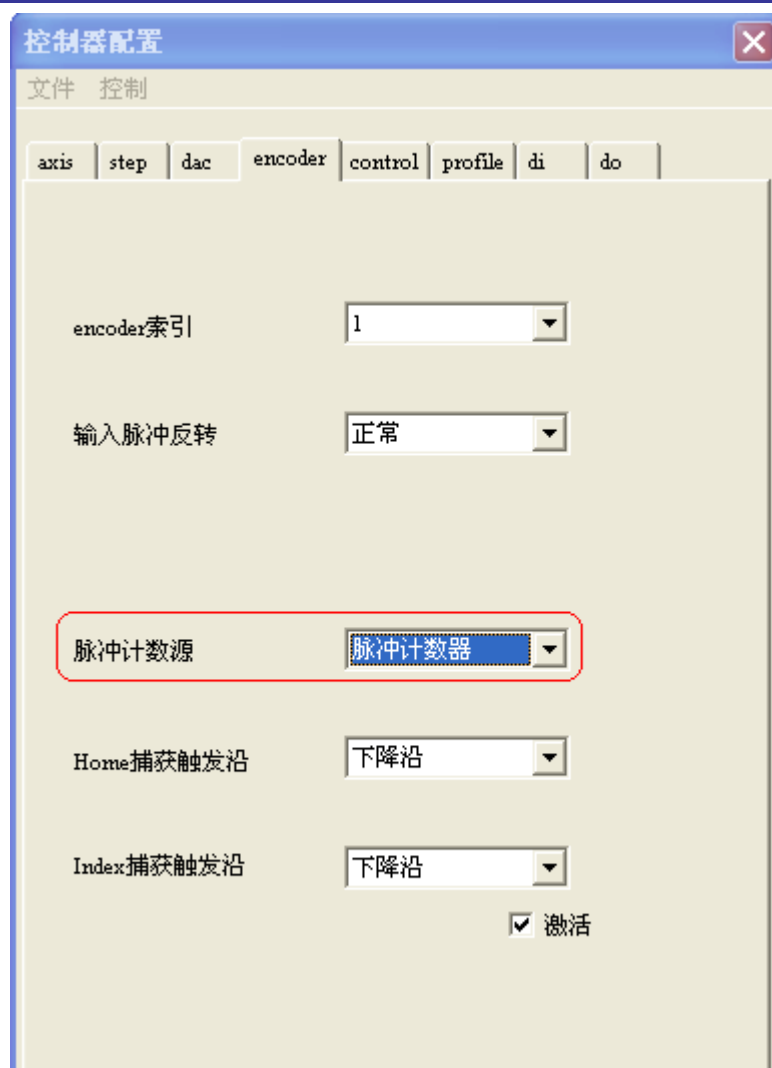

图 4-23 开环配置示例之 encoder 配置界面
- (10) 选择 encoder（选项用来配置脉冲计数源、Home 捕获以及 Index 捕获边沿），配置成如图 4-23 所示。